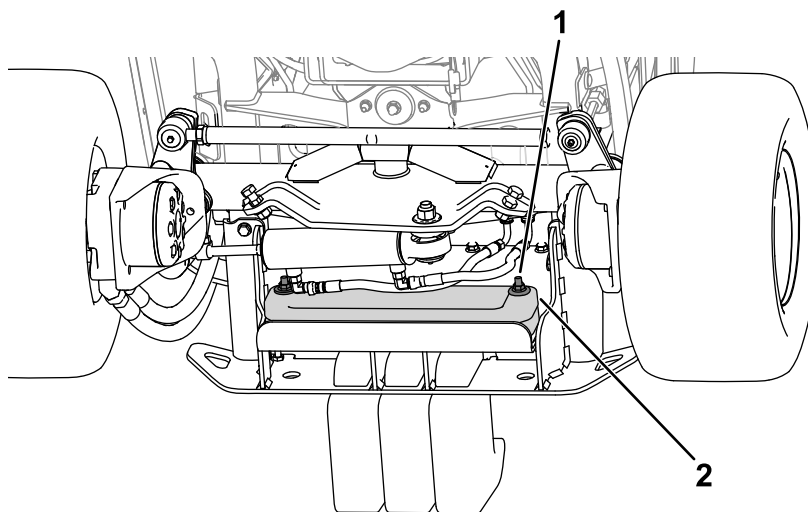

Figura 21
2. Utilizați elementele de fixare pentru a fixa greutatea pe bara de protecție (Figura 21).